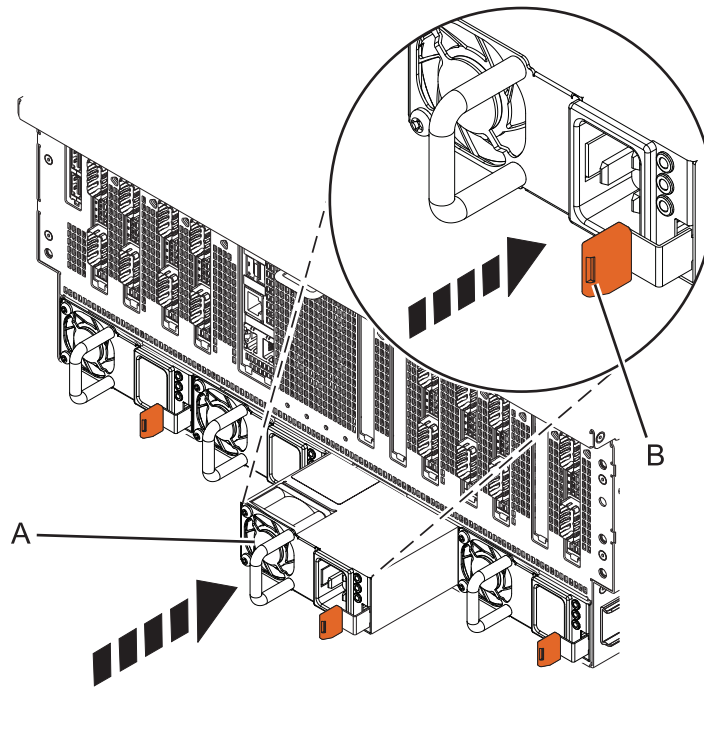

Abbildung 16. Netzteil wieder in das System einbauen
3. Richten Sie das Netzteil **(A)** an der Position aus und schieben Sie es in das System, bis die terrakotta-farbene Verriegelung **(B)** einrastet, wie in Abb. 16 auf Seite 17 gezeigt.